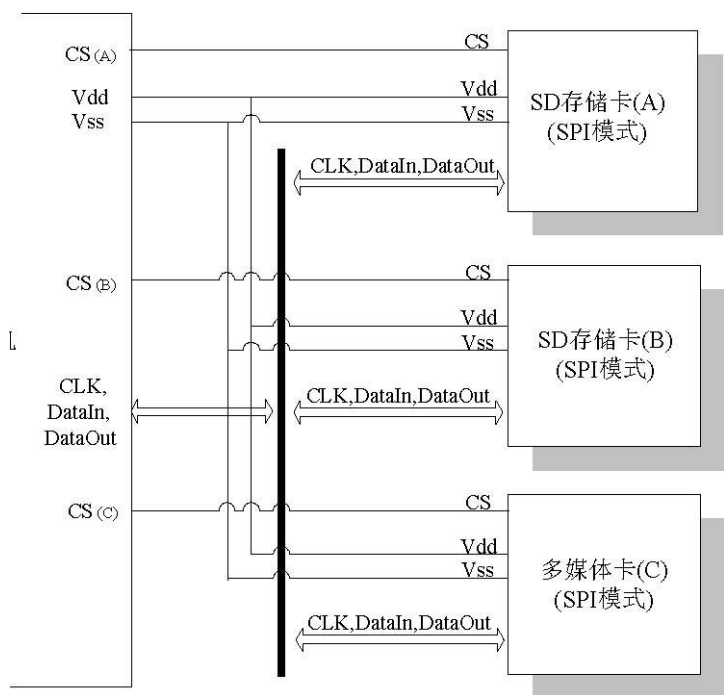

图3 SD 存储卡系统（SPI 模式）的总线拓扑结构
SPI 总线以字节为单位进行数据传输，所有数据令牌都是字节（8 位）的倍数，而且字节通常与CS 信号对齐。SD 卡存储卡系统如图3 所示。
例如：在图3 中，当主机需要向SD 存储卡（A）传输数据或需要从该卡接收数据时，必须将CS(A) 置为低电平（同时其它卡的CS 信号线必须置为高电平）。
由图3 还可见，当SPI 总线上挂接N 张卡时，需要N 条CS 片选线。